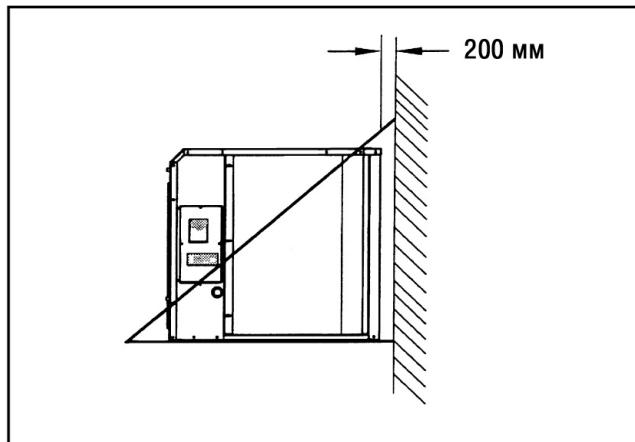

Рис. 5 Настенный монтаж
2. Установка на стену: Приобретите крепежный кронштейн, достаточно прочный, чтобы выдержать вес блока (рис. 5). При монтаже соблюдайте минимальные расстояния от блока до других предметов и стен (рис. 7).